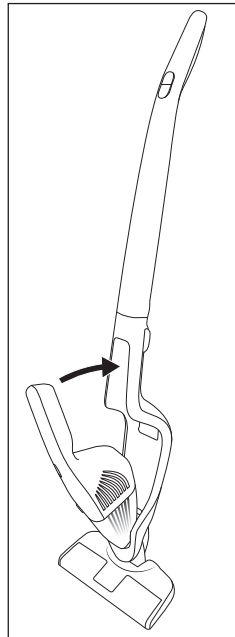

Fig. 2
- 2) Tras esto, presione el mango **1** de la pieza manual **3** contra la columna **10** de la aspiradora de forma que la pieza manual **3** quede encastrada y fija (fig. 2).